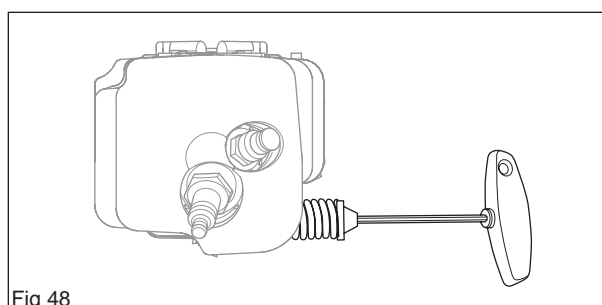

Fig 48
2. Démontez le ressort sur le cylindre à l'aide d'une clé hexagonale de 4 mm (voir la figure 48).